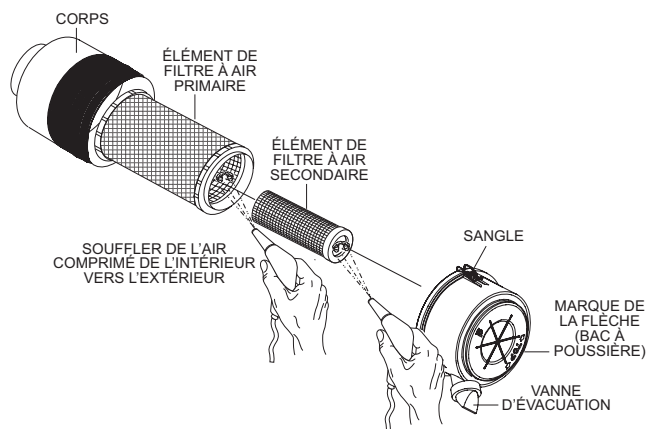

Figure 62. Filtre à air du moteur
Ce moteur diesel Isuzu est équipé d'un élément de filtre à air en papier haute densité remplaçable (Figure 62). Le filtre à air est également équipé d'un élément interne (secondaire) qui sert de filtre de secours si l'élément primaire est endommagé. Vérifiez le filtre à air tous les jours ou avant de démarrer le moteur. Remplacez le filtre à air si nécessaire.
1. Libérez les loquets qui fixent le couvercle au corps du filtre à air (Figure 62).
2. Retirez le **couvercle du filtre à air** (Figure 62) et mettez-le de côté.
3. Retirez les éléments du filtre à air primaire et secondaire (Figure 62).
5. Pour nettoyer l'**élément primaire** (filtre à air en papier) comme indiqué dans la Figure 62, tapez plusieurs fois sur l'élément filtrant sur une surface dure pour enlever la saleté, ou soufflez de l'air comprimé, sans dépasser 30 lb/pi² (207 kPa, 2,1 kgf/cm²), à travers l'élément filtrant de l'intérieur vers l'extérieur.
8. Nettoyez l'intérieur du **corps du filtre à air** (Figure 62).